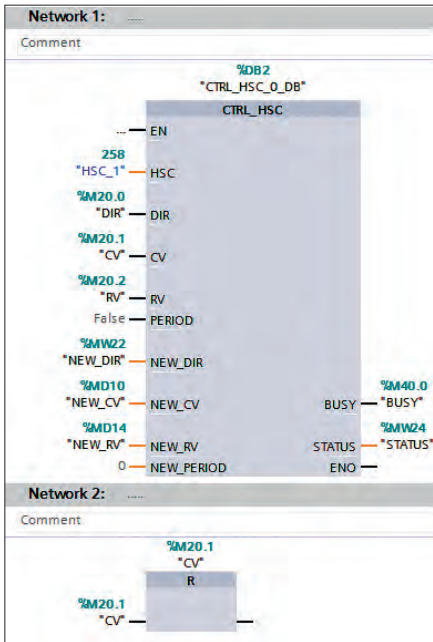

Рис. 15. Основной программный блок OB1
5. Наконец, создадим основную программу (*OBI*), которая будет работать в цикле ПЛК и задавать параметры блока управления высокоскоростным счётчиком (рис. 15). Также необходимо осуществить сброс переменной *CV* после